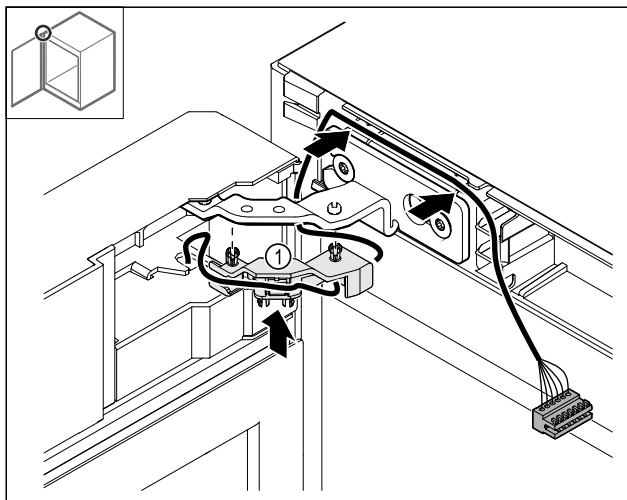

Fig. 47
- Nyomja be a kábeltartó Fig. 47 (1) a zsanérba.